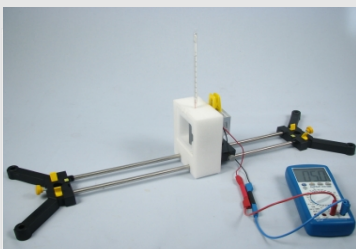
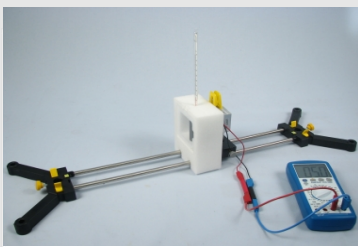

Abbildung 17
Abbildung 20
7. Wiederhole nun den Versuch. Miss aber diesmal mit dem Thermogenerator an der Rückseite des Sonnenkollektors (Abb. 17 und Abb. 20). Notiere die gemessenen Werte.